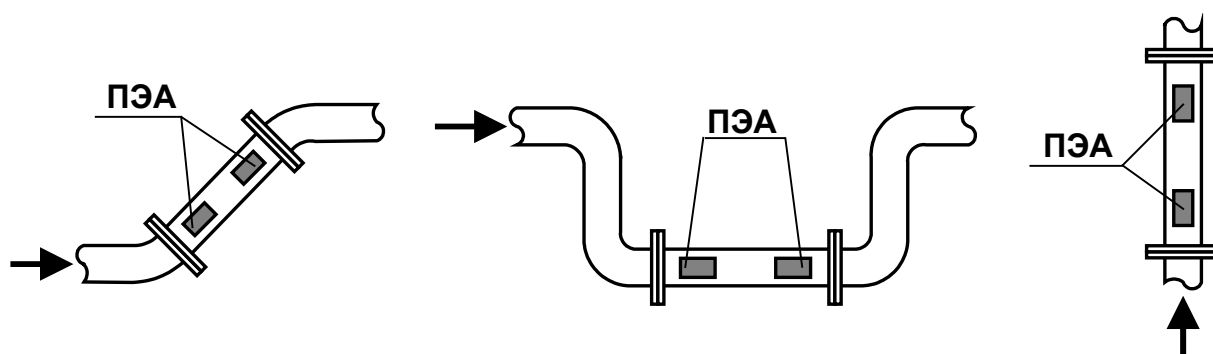

Рис.1. Рекомендуемые места установки ПЭА.
- ПЭА допускается монтировать на горизонтальный, вертикальный или наклонный трубопровод. Наиболее подходящее место для монтажа (при наличии) – нижний либо восходящий участок трубопровода (рис.1);